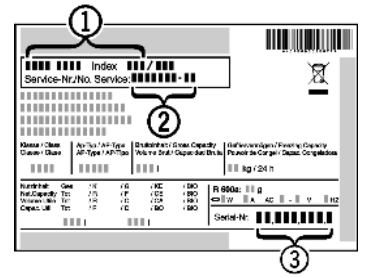

Fig. 40
- ▶ Apparaataanduiding *Fig. 40 (1)*, servicenummer *Fig. 40 (2)* en serienummer *Fig. 40 (3)* van het typeplaatje aflezen. Het typeplaatje bevindt zich aan de binnenkant van het apparaat.